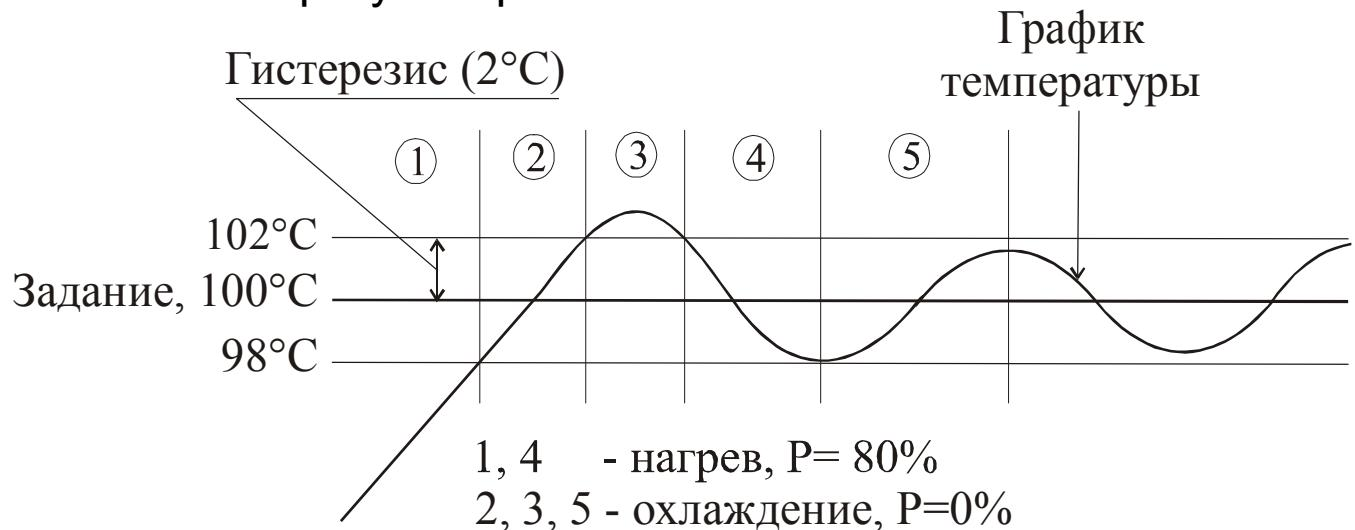

Рис. 4.2. Пример регулирования
4.4.1. Прибор использует 2-позиционный закон регулирования с опережающим регулированием и ШИМ-управлением мощностью. На рис. 4.2 показан пример регулирования в режиме управления нагревателем при заданном значении температуры  $100^{\circ}\text{C}$ , гистерезисе  $2^{\circ}\text{C}$  и ограничении мощности 80%. При включении регулятора (зона 1) начинается нагрев мощностью 80% от номинальной мощности нагрузки и продолжается до достижения температуры  $98^{\circ}\text{C}$  (температура задания минус гистерезис). Затем (зона 2) нагрев выключается, так как температура достигла зоны гистерезиса и продолжает расти. Температура растет еще некоторое время и может выйти за пределы зоны гистерезиса (зона 3). Когда температура перестанет расти и уменьшится до  $102^{\circ}\text{C}$  (температура задания плюс
4.4.2. Ограничение мощности (80% мощности в зонах 1, 4 на рис. 4.2) регулятор производит методом широтно-импульсной модуляции с периодом в 1 секунду, пропуская заданное число полупериодов сетевого напряжения. Для примера на рисунке 4.3. показана форма напряжения на нагрузке при значении мощности 3%. Из каждого 100 полупериодов сетевого напряжения в нагрузку будут выданы 3.